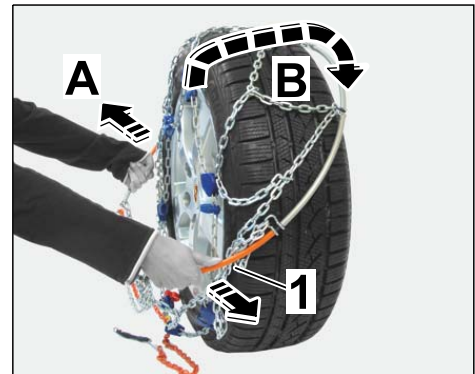

Bild 5
- 2.1.3 Enden Federstahlbügel maximal auseinanderziehen (⇒ *Bild 5-A-*).
Schneekette von oben über das Rad führen (⇒ *Bild 5-B-*).